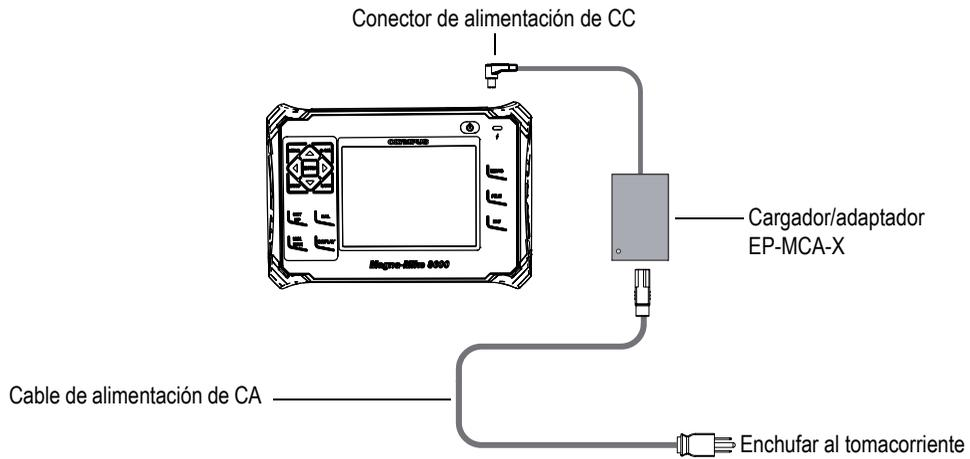

Figura 1-8 Conexiones del cargador/adaptador
1. Conecte el cable de alimentación de CA al cargador/adaptador y, después, a un tomacorriente de energía adecuada (ver la Figura 1-8 en la página 34).